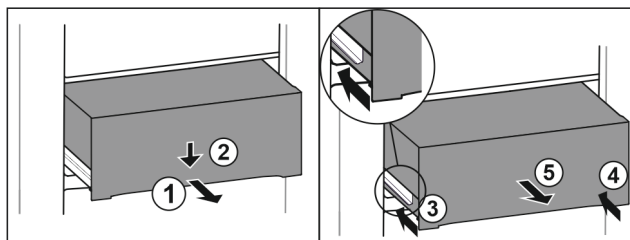

Fig. 125
- Trekk skuffen ut halvveis. Fig. 125 (1)
- Skyv skuffen foran nedover. Fig. 125 (2)
- Sett inn den venstre skinnen ca. 2 cm. Fig. 125 (3)
- Sett inn den høyre skinnen ca. 2 cm. Fig. 125 (4)
- Ta ut skuffen framover. Fig. 125 (5)